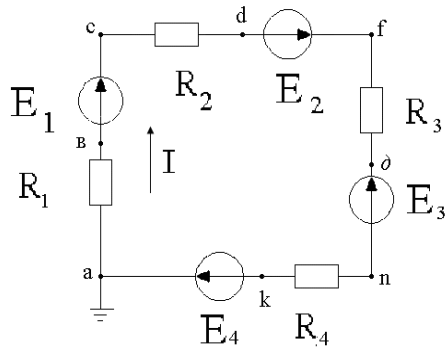

Рисунок 1.2
**Пример:** Построить график изменения потенциала вдоль цепи (рисунок 1.2).  $E_1 = 25$  В,  $E_2 = 5$  В,  $E_3 = 20$  В,  $E_4 = 35$  В,  $R_1 = 10$  Ом,  $R_2 = 30$  Ом,  $R_3 = 42$  Ом,  $R_4 = 8$  Ом.